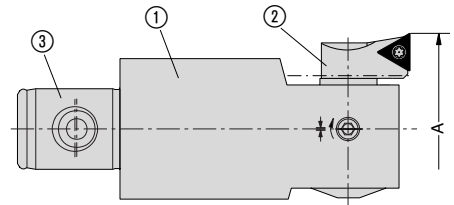

Bild 1
- maschinenseitig ausgerüstet mit Wohlhaupter **MULTI**-Verbindungsstelle ③ (Bild 1)